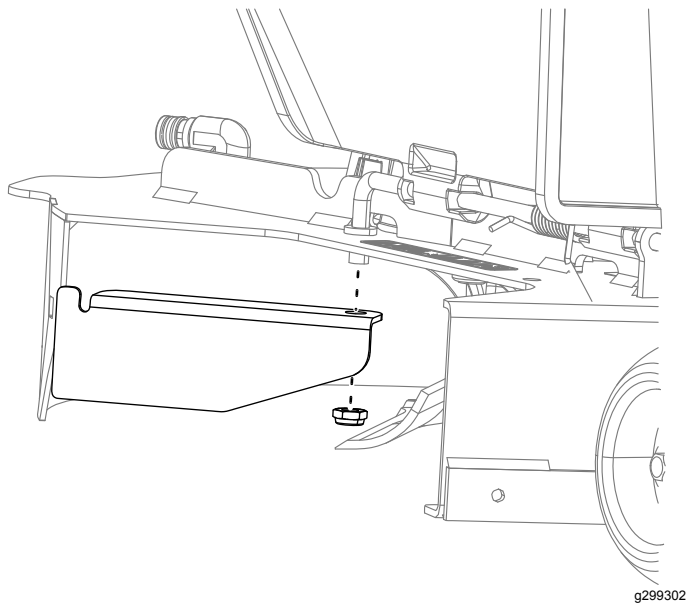

図 19
2. 既存のバッフルがついていた同じ場所に、新しい小さいバッフルを取り付ける 図 19。